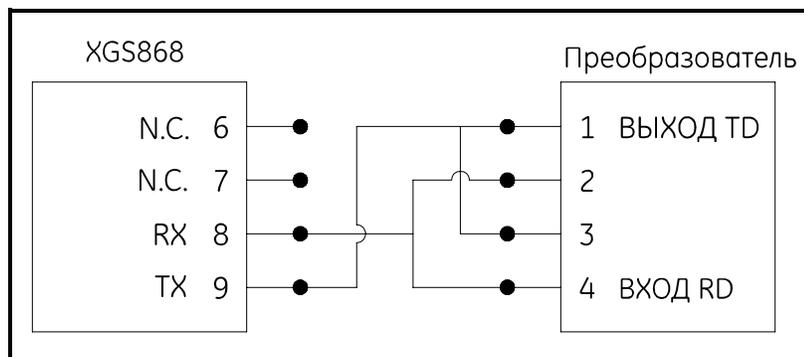

Рис. 1-4. Типичные подключения RS485
3. Проденьте один конец кабеля в канал, выполните его электромонтаж к клеммной колодке J1 и закрепите зажим кабеля. Подсоедините другой конец кабеля к преобразователю, как показано на рис. 1-4 ниже.